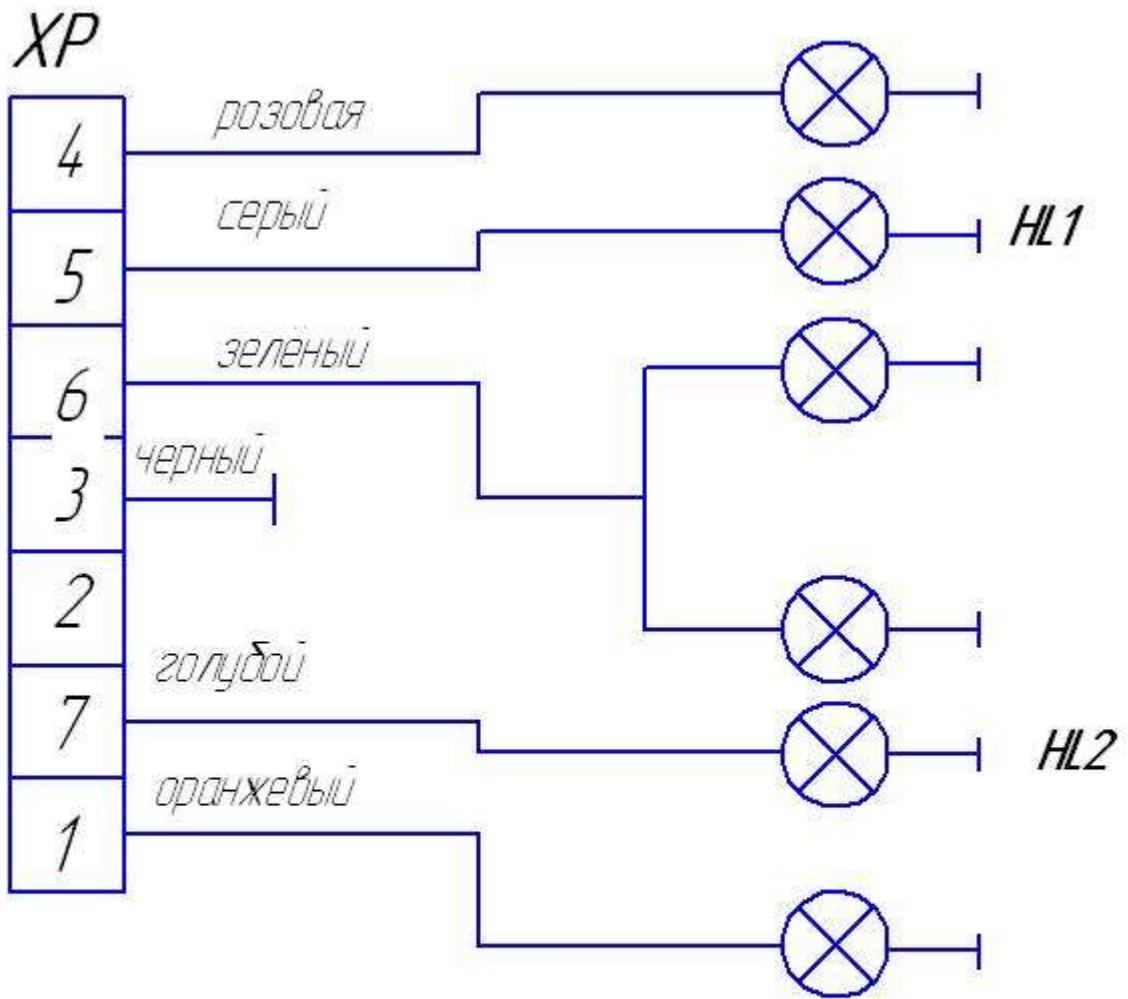

Рисунок 11
2.10 Электрооборудование (рисунок 11) предназначено для подачи сигналов поворота, “Стоп” и обозначения задних габаритов. Электрооборудование включает в себя приборы освещения, сигнализации, жгут проводов.